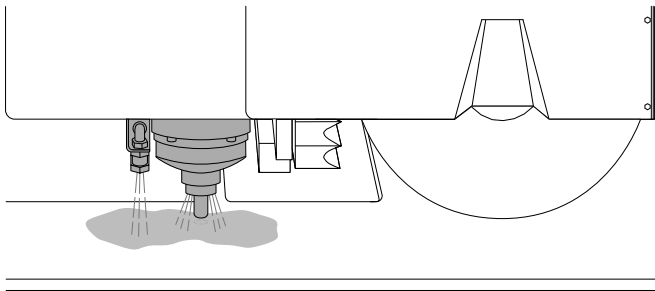

fig. 3
Questa lavorazione può essere realizzata con un macchinario CNC. Mirage® raccomanda l'utilizzo dell'apposito foretto diamantato, prestando grande attenzione alla profondità del foro, in base allo spessore della lastra di partenza, per evitare rotture accidentali in fase di lavorazione (fig. 3).
- Identificato e preparato l'erogatore della colla epossidica, è importante eliminare i primi 5 cm del collante stesso, in modo da essere certi di applicare un prodotto ben miscelato (resina e catalizzatore) ed omogeneo cromaticamente (fig. 3).